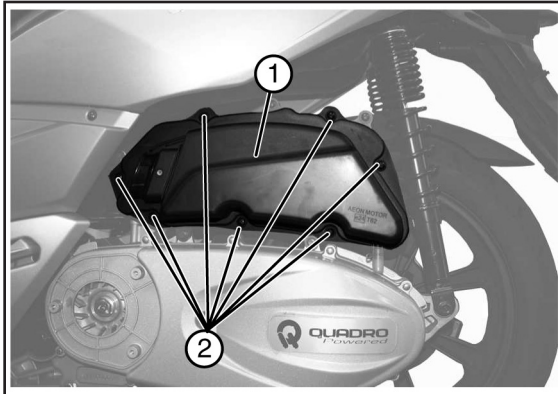

Fig. 01
- Svitare le sette viti «2 - Fig. 01».
- Rimuovere il coperchio della scatola filtro «1 - Fig. 01».